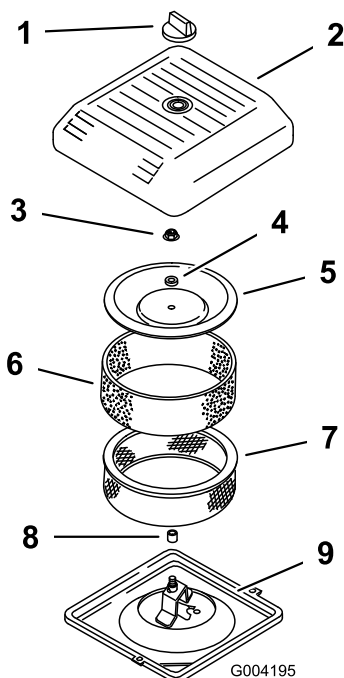

Figure 43
3. Dévissez le bouton et déposez le couvercle du filtre à air (Figure 43).
2. Posez le filtre à air sur sa base (Figure 43).
3. Montez le couvercle, l'entretoise et fixez-le avec l'écrou (Figure 43). Serrez l'écrou à 11 Nm.
4. Remettez le couvercle du filtre à air et fixez-le à l'aide du bouton (Figure 43).